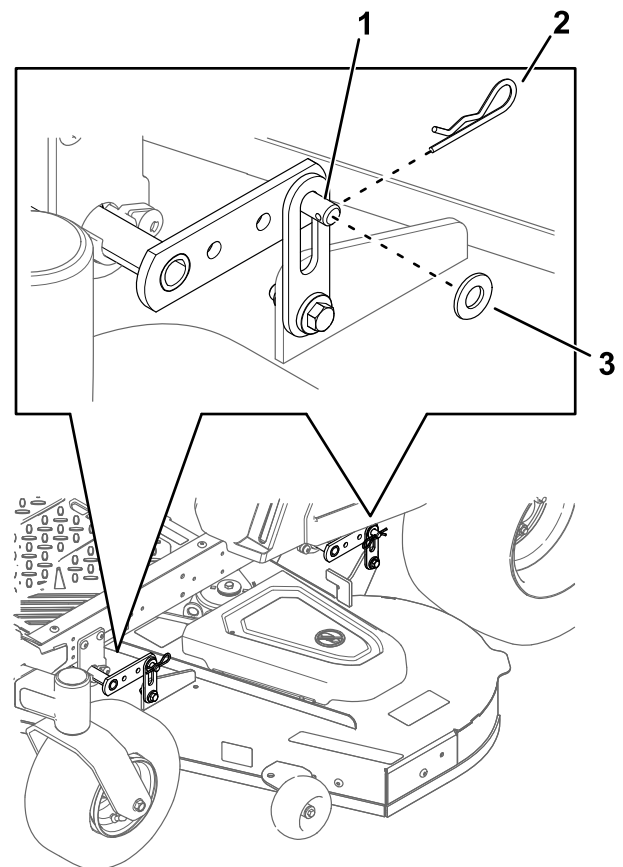

Figure 61
- Aux 4 coins du tablier, retirez la goupille fendue et la rondelle de l'axe (Figure 61).
6. Soulevez l'arrière du tablier de coupe et fixez les pattes de support du tablier arrière aux axes du tablier (Figure 61).
7. Fixez les pattes de support avant du tablier aux axes avant (Figure 61).
8. Sécurisez les axes du tablier avec les goupilles fendues et les rondelles retirées précédemment (Figure 61).